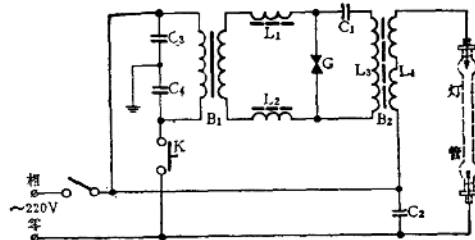

图 39-2-12 XC-S20A 型触发器工作线路
(1) 变压器火花型触发器。大功率管形氙灯均用此类触发器,如XG-2000C型管形氙灯配用的XC-S20A型触发器,它的工作线路见图39-2-12。灯的点燃过程为:按下K, B_1 次级以3.5~5千伏向 C_1 充电,当 C_1 的电压升高到火花间隙G的击穿电压时,即由 C_1 、G、 L_3 构成衰减式振荡回路,并在 B_2 的次级 L_4 上感应出20~30千伏的高频高压,使灯管起弧。 C_2 的作用是防止高频高压对电网的影响。当灯管容量不同时,所采用触发器的具体线路和元件参数亦有所不同,但其工作原理是相似的。